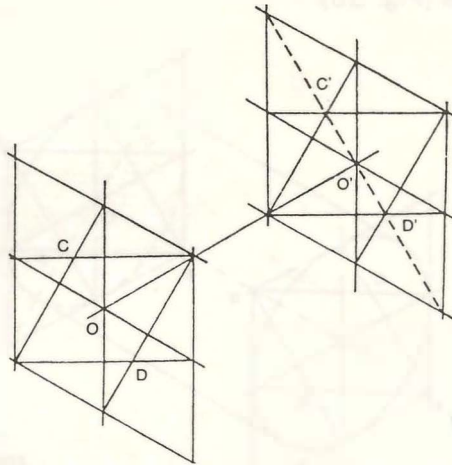

FIG. 34
5. Determine los vértices del ángulo abierto en cada cuadrado, y a partir de cada uno de ellos lleve líneas a los puntos medios de los lados opuestos a cada vértice determinado. (Fig. 34).
6. En el cuadrado de la cara posterior trace la diagonal que une los vértices cerrados (línea punteada) Fig. 34. Esta línea sirve para determinar la parte visible de la cara posterior del cilindro.